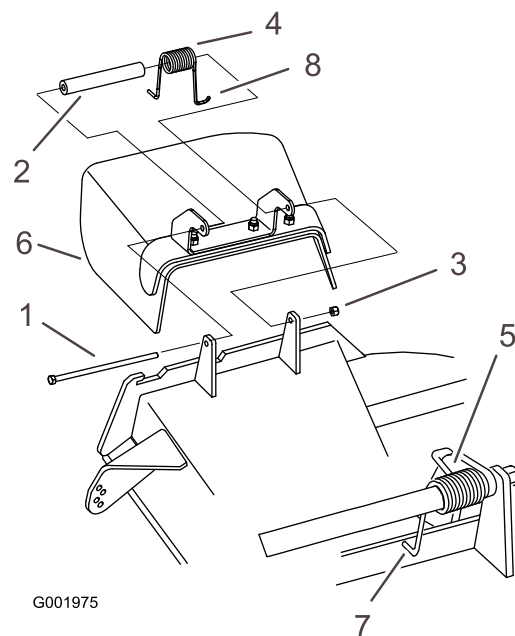

Figura 85
- Retire la contratuercas, el perno, el muelle y el espaciador que sujetan el deflector a los soportes de pivote (Figura 85).
Nota: Asegúrese de colocar un extremo con gancho en J del muelle detrás del reborde de la carcasa antes de instalar el perno, según se muestra en Figura 85.
- Coloque 1 extremo en J del muelle alrededor del deflector de hierba (Figura 85).